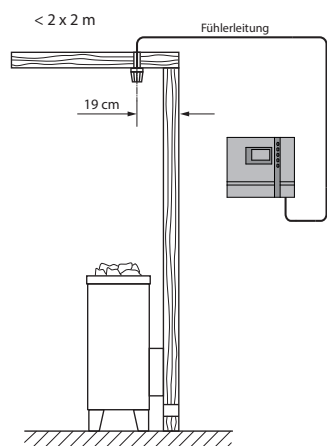
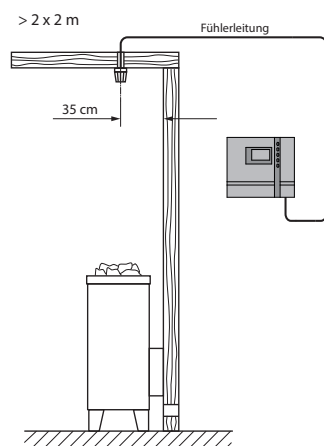

Рис. 7
Рис. 8
1. Датчик печи монтируется в кабинах размером до $2 \times 2 \text{ м}$ согласно рис. 7 и 9, а в кабинах большего размера согласно рис. 8 и 9.